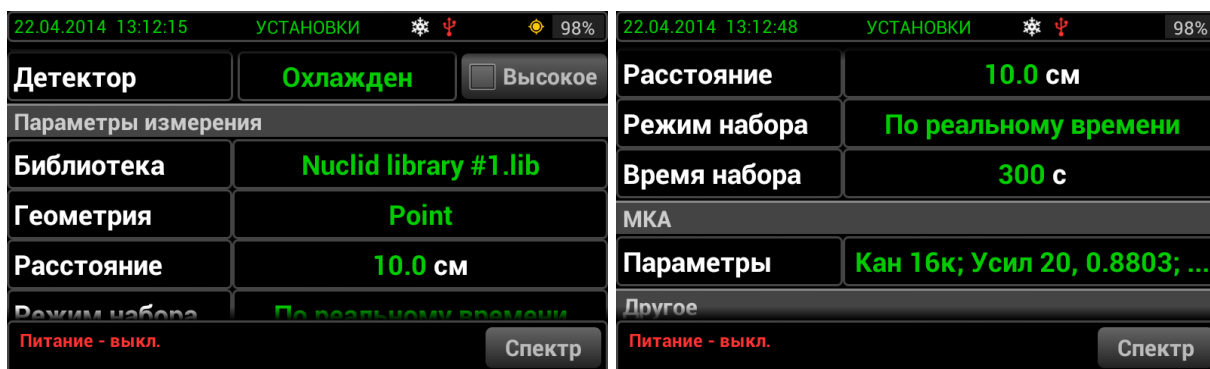

Рис. 20. Меню установок.
- дождитесь появления на экране дисплея меню установок (см. Рис. 20).